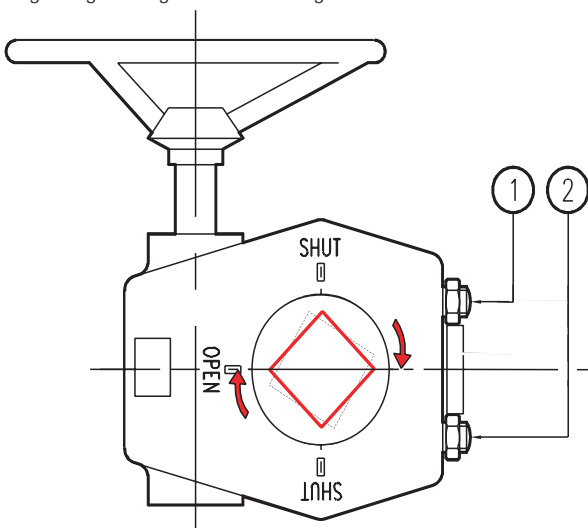

Abb. 4
4. Vierkantwelle parallel zum Hahndurchgang ausrichten (s. Seite 6, Abb. 4).